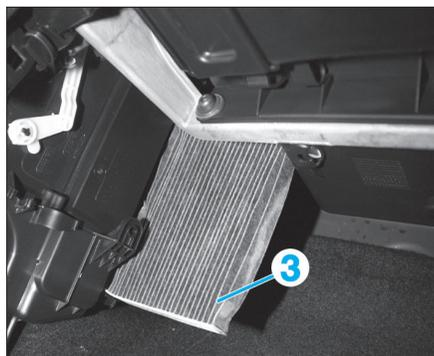

Fig. 3
- Sortir le filtre à air d'habitacle (3) de son logement (Fig.3).